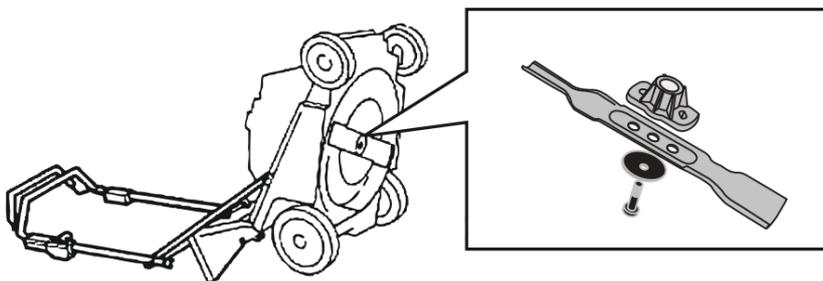

Рисунок 9. Схема заміни ножа
2. Підняти передню частину виробу вертикально до упору на руків'я (рис. 9) та зафіксувати від випадкового падіння.
4. Встановити ніж на вал приводу (рис. 9) та надійно зафіксувати моментним ключем.